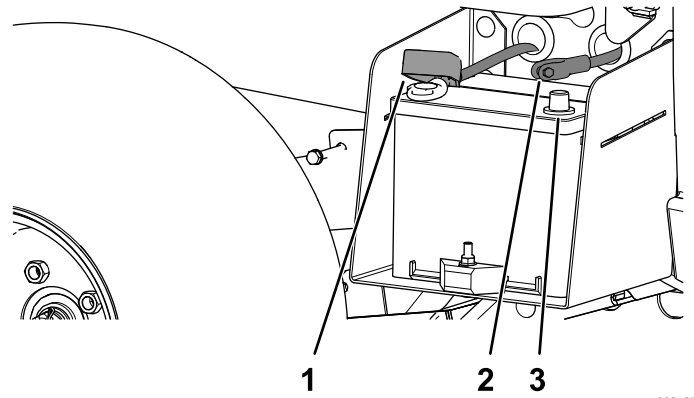

图 5
3. 将正极电池接线（红色）连接到正极（+）电池端子，并用螺栓和螺母固定接线（图 5）。